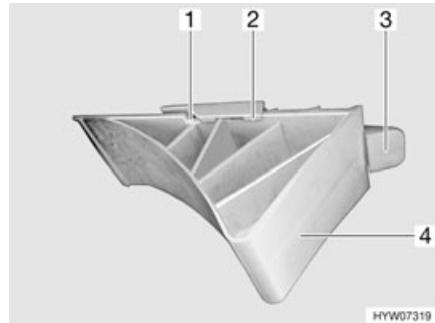

Fig. 17 Cuneo d'arresto
- Spingere il passante di sostegno (Fig. 17,3) verso l'alto.
- Tirare in avanti il cuneo d'arresto (Fig. 17,4) fino a che le fessure del cuneo d'arresto (Fig. 17,1) non coincidono con i naselli del supporto (Fig. 17,2).